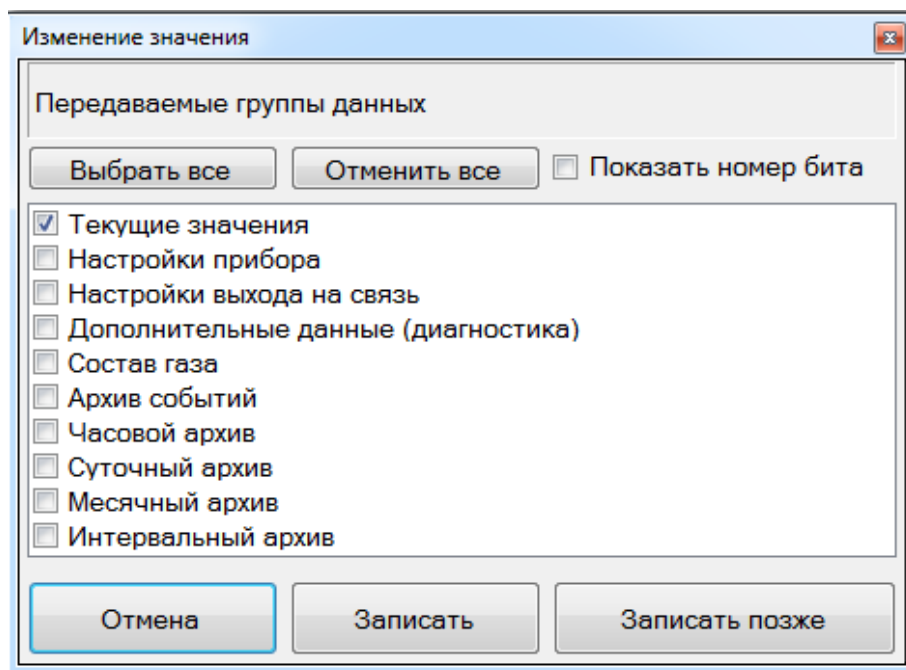

Рисунок 2.85 – Типы передаваемых данных
- "Передаваемые группы данных" – задает группы для передачи при подключении (Рисунок 2.85);